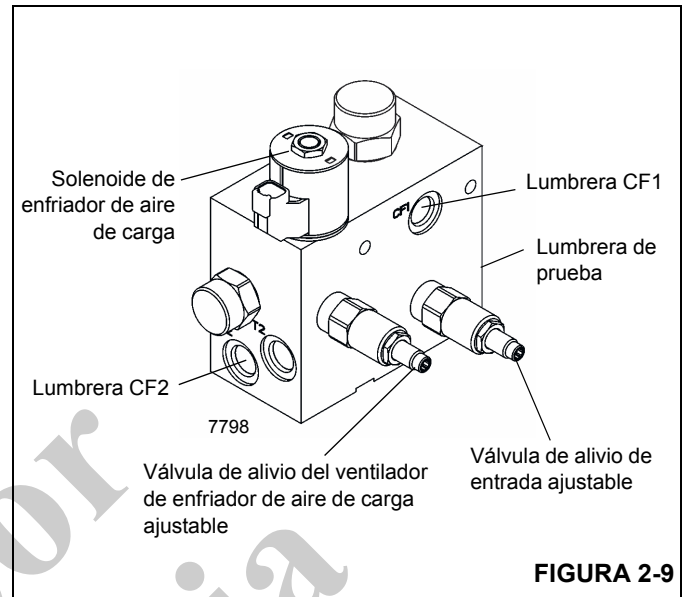

**FIGURA 2-8**
1. Instale el acoplador de desconexión rápida para diagnóstico con manómetro en la boquilla de la lumbrera de prueba de la válvula de suministro piloto del freno de giro (Figura 2-8).